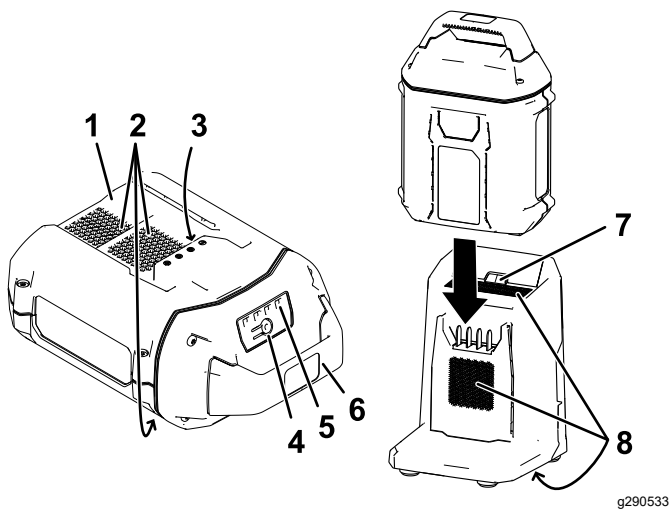

図 26
2. バッテリーパックのくぼみ 図 26 を充電器のトングに合わせる。
3. バッテリーパックが完全に装着されるまで充電器にスライドさせる 図 26。